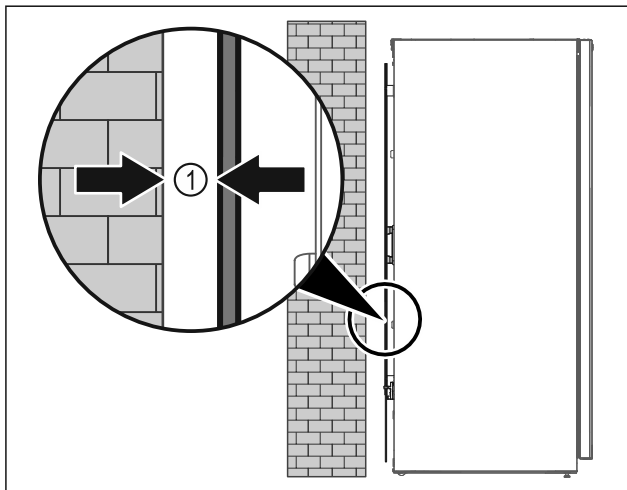

Fig. 6
- ▶ Поставете уреда свободностоящ в помещението или директно на стената на минимално разстояние от 5 mm Fig. 6 [1].